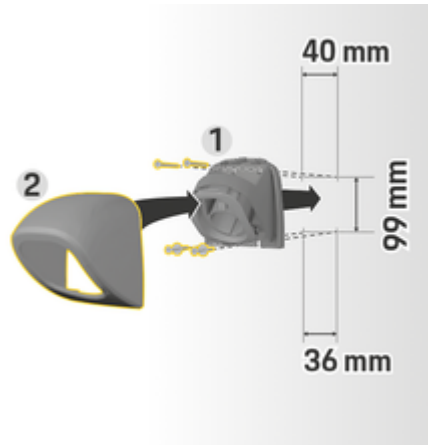

図 5: ドリル寸法
1. コネクター ファスナー 1 (図 5) をカバー 2 (図 5) から取り外します。
4. コネクター ファスナー 1 (図 5) を壁にネジ留めしてください。
5. カバー 2 (図 5) をコネクター ファスナー 1 (図 5) に下から取り付け、押し上げてください。